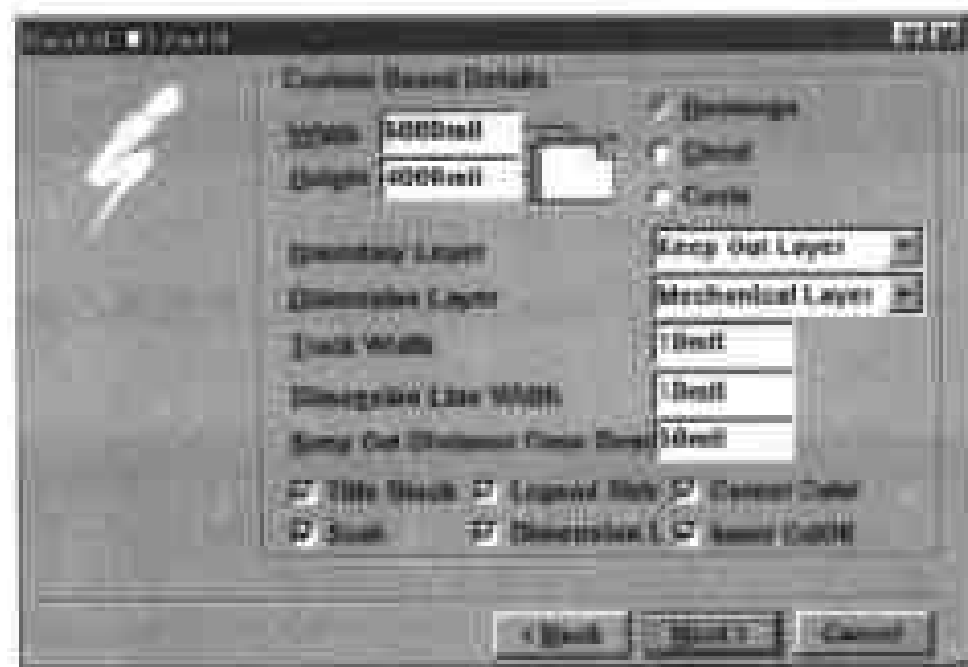

图 8-6 设置板框的属性
(4) 在列表框中选择第一项 Custom Made Board,自定义电路板,然后单击对话框底部的 Next 命令按钮,打开下一个对话框,如图 8-6 所示。
(5) 在此对话框中提供了若干选项,供用户对电路板进行定义。在对话框右上角提